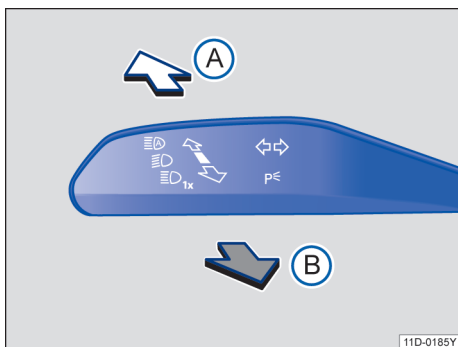

图 75 转向信号灯 / 远光灯操作杆
- 将转向信号灯和远光灯操纵杆从中间位置移至下列位置→ 图 75: